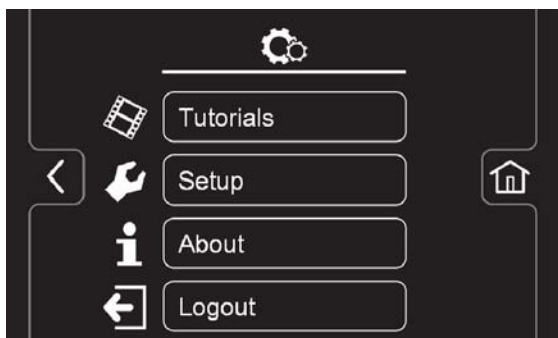

РИС. 58
9.  Нажмите на значок Настройки на главном экране оператора, чтобы перейти на следующий экран (Рисунок 58). Назначение кнопок описано ниже.